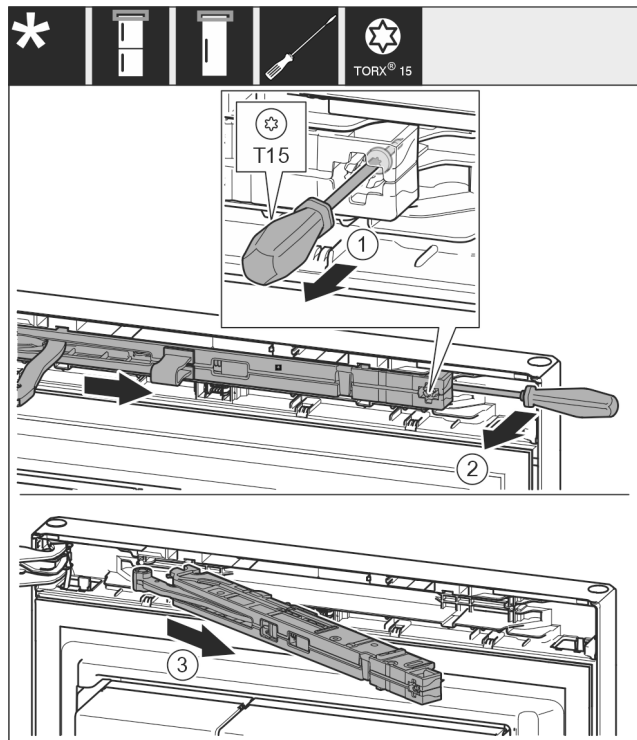

Fig. 10
- ▶ Allentare la vite di ca. 14 mm sull'unità ammortizzatore di chiusura con il cacciavite T15. Fig. 10 (1)
- ▶ Spingere con un cacciavite sul lato maniglia dietro l'unità ammortizzatore di chiusura e ruotarla in avanti. Fig. 10 (2)
- ▶ Estrarre l'unità ammortizzatore di chiusura. Fig. 10 (3)